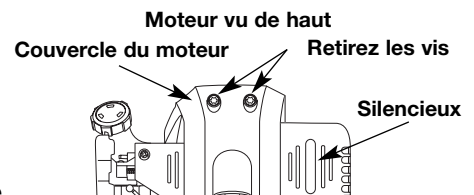

Fig. 33
- Enlevez les deux vis (2) du haut du couvercle du moteur à l'aide d'un tournevis à lame plate ou T-25 Torx (Fig. 33).
- Déposez le couvercle du moteur (Fig. 33).